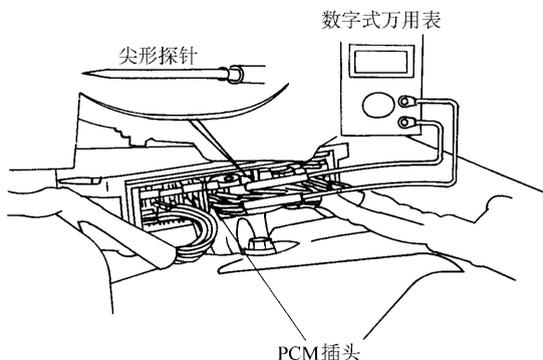

图 3-58 用数字万用表及其尖形探针依据故障处理流程图检查 PCM 电路
(1) 如果 D4 指示灯和 MIL (故障指示灯) 同时亮起, 则进行下列步骤
- ① 记录燃油/废气排放和 A/T 系统的 DTC。
- ② 根据显示的 DTC 检查燃油和废气排放系统。
- ③ 记下用户的无线电台预置钮频率。
- ④ 移去发动机盖下熔丝/继电器盒中的备用熔丝 10s 以上, 以重新设置 PCM 的存储器。
- ⑤ 以 50km/h 以上的速度驱车几分钟, 然后重新检查 DTC。
(2) 断开备用熔丝取消了无线电台预置钮频率和时钟的设置。
- ① 从乘员侧拉出地毯, 露出 PCM。
- ② 如图 3-58 所示, 用数字万用表及其尖形探针依据故障处理流程图检查 PCM 电路。